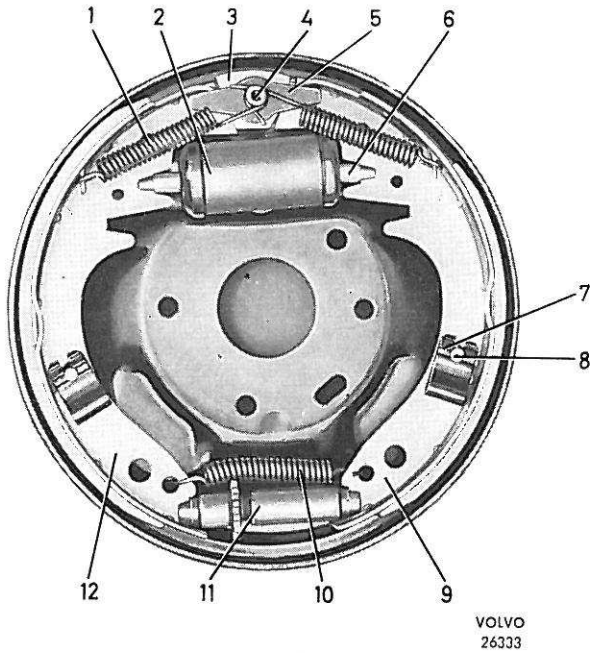
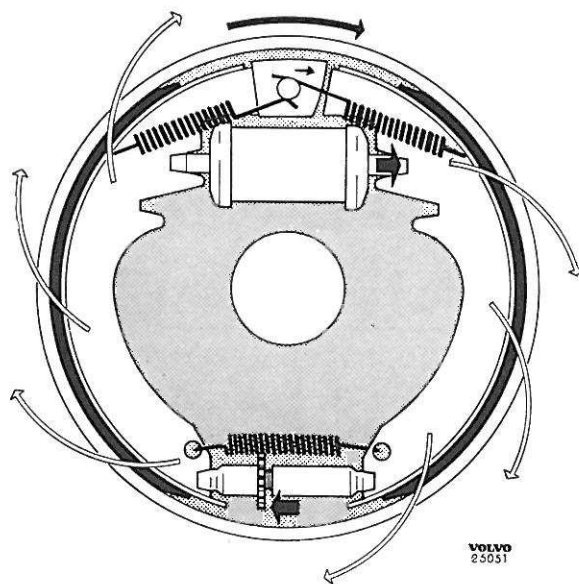

Fig. 9. Frein de roue de nouveau modèle, roue avant droite.
Fig. 12. Serrage des freins.
Sur les freins à tambour de nouveau modèle, les segments (12 et 9, Fig. 9) s'articulent sur des points fixes (8) et des attaches élastiques (7) fixées au plateau-support. Les extrémités supé-
Au serrage des freins, les pistons des cylindres récepteurs de roues, par l'intermédiaire des tiges de commande (6, Fig. 9), appuient les segments de frein contre le tambour. Par suite du frottement entre le tambour et les garnitures, les segments ont tendance à suivre le tambour dans son mouvement de rotation. Grâce à la suspension "flottante" des segments, le segment primaire (9) sera poussé de haut en bas et le segment secondaire (12), de bas en haut, jusqu'à ce que son extrémité supérieure bute contre le bloc de centrage, voir Fig. 12. L'extrémité du segment secondaire se déplace sur le bloc de manière à centrer ce segment par rapport au tambour. Etant donné que le centre de pivotement du segment secondaire se trouve au boulon d'ancrage (4, Fig. 9) et celui du segment primaire, dans le dispositif de réglage, l'effet du frottement entre le tambour et les garnitures s'ajoute à l'action de freinage. Fig. 12. En outre, étant donné la tendance du segment primaire de suivre le tambour dans son sens de rotation, ce segment agit également sur le serrage du segment secondaire.
Les freins de roues de ce modèle sont munis, dès le début de leur fabrication, de garnitures plus longues que celles indiquées sur les Figs. 9 et 11.